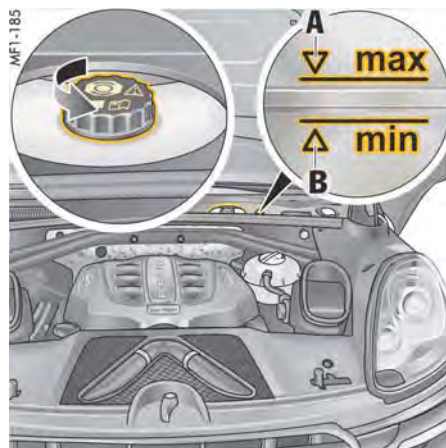

図183: ブレーキ液タンク
- ▶ ブレーキ液タンクのブレーキ液量を読み取ってください（図183）。フルード液量は常にMINマークとMAXマークの間に維持されなければなりません。